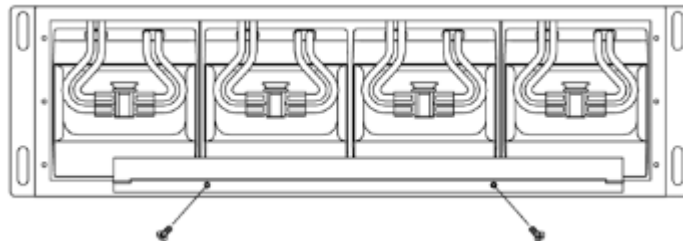

FIG. 3
12. Retirez les deux (2) vis de fixation du support de fixation de la batterie. (FIG. 3)